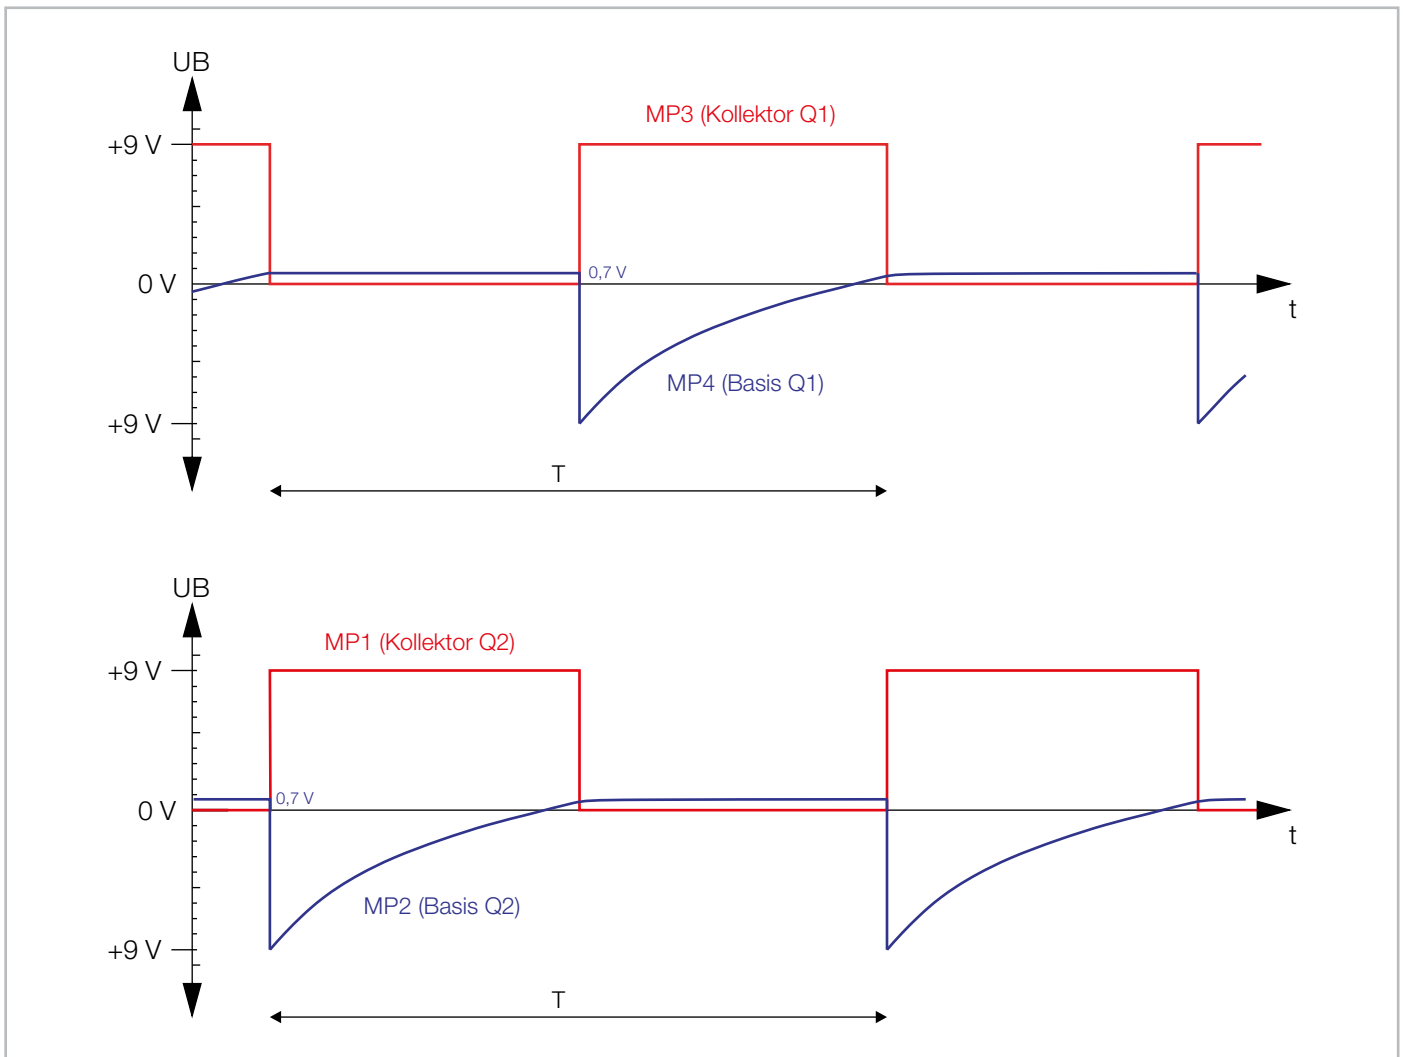

Bild 6: Diagramme mit Kennlinien für die astabile Kippstufe
Nehmen wir an, der Transistor Q1 schaltet durch. Nun leuchtet die LED1 auf, weil die Kollektor-Emitter-Strecke leitend ist. Jetzt kommen die Kondensatoren ins Spiel bzw. der Kondensator C1. Wir wissen, dass Kondensatoren keine Gleichspannung übertragen können, aber bedingt durch Auf- und Entladung können sie wechselnde Spannungssprünge weiterleiten. Kommen wir zu unserer Momentaufnahme zurück. In dem Moment, in dem der Transistor Q1 leitend wird, wird der Spannungssprung (von 9 V auf 0 V) am Kollektor (C) von Q1 über C1 auf die Basis des zweiten Transistors Q2 übertragen. Wie man im Diagramm in Bild 6 erkennt, ist dieser Spannungssprung negativ und sorgt dafür, dass der Transistor Q2 sperrt. Zur besseren Veranschaulichung sind im Schaltbild Messpunkte (MP1–MP4) eingezeichnet, die mit den Kennlinien im Diagramm (Bild 6) korrespondieren. Die blaue Kennlinie im Diagramm zeigt die Spannung an der Basis des Transistors. Im oberen Teil sind die Spannungen für den Transistor Q1 und im unteren Teil die Spannungen für Q2 dargestellt. Wie man erkennt, steigt die Spannung an der Basis von Q2 langsam an, da sich der Kondensator entlädt. Sobald die Spannung über 0,7 V ansteigt, wird nun der Transistor Q2 leitend und die LED2 leuchtet auf. Jetzt passiert etwas Entscheidendes: Über den Kondensator C2 wird der Spannungssprung (von 9 V auf 0 V) vom Kollektor Q2 auf die Basis des ersten Transistors Q1 geführt. Da diese Spannung im ersten Moment negativ ist, sperrt der Transistor